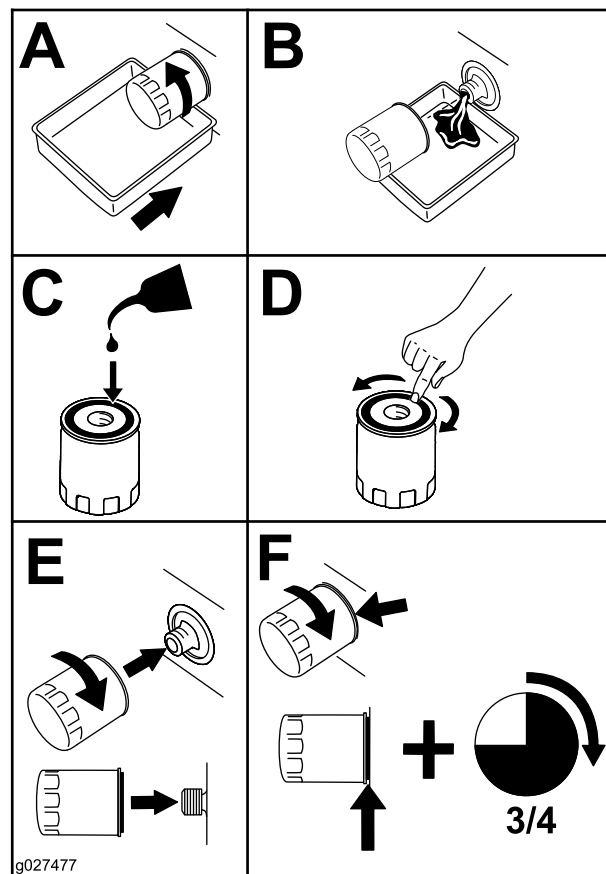

Figura 46
5. Sustituya el filtro de aceite del motor (Figura 46).